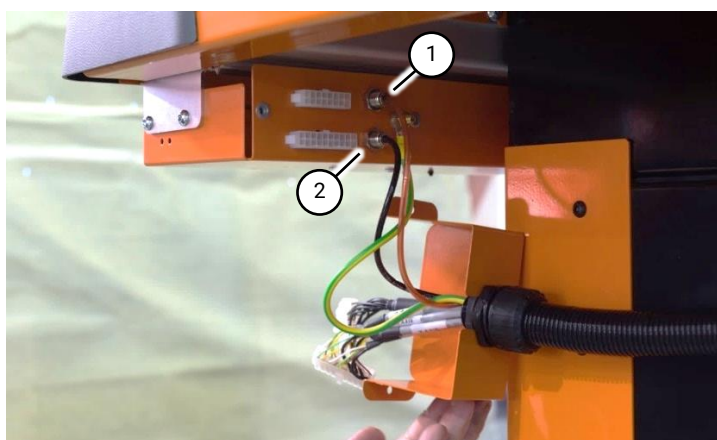

Fig 17 Raccordements des tuyaux d'air
1.2 Raccordez le tuyau d'air rouge au raccord supérieur (Fig 17 (1)) et le tuyau d'air noir au raccord inférieur (Fig 17 (2)).